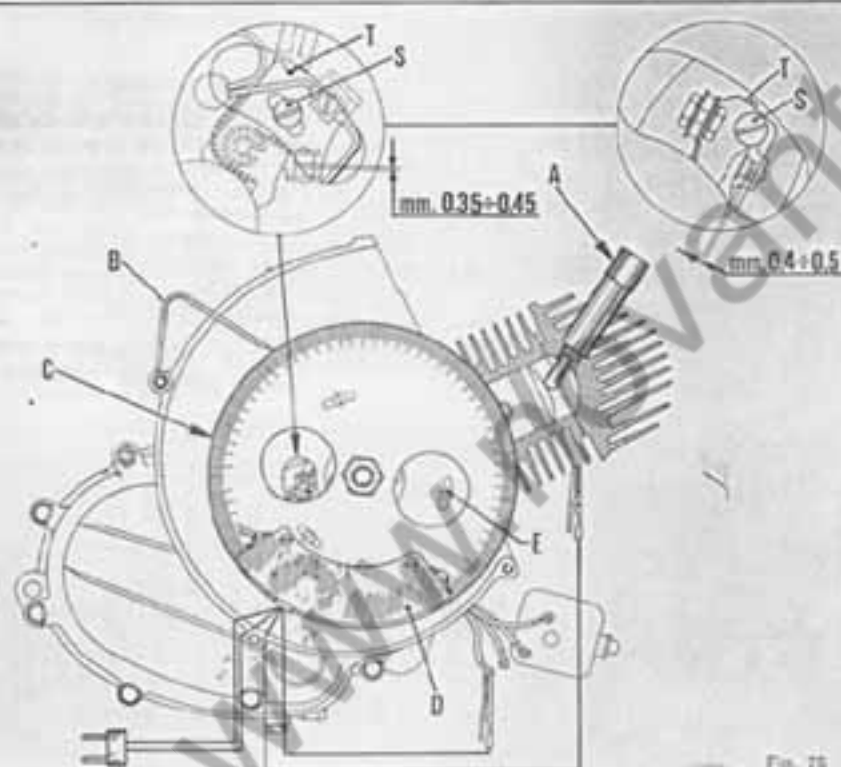

Fig. 75
Descrizione delle operazioni per la fasatura valide per i veicoli 50 R - 50 Special e 125 Primavera (fig. 75).
1) - Allentare le viti « E » (fig. 75) di fissaggio statore al carter.